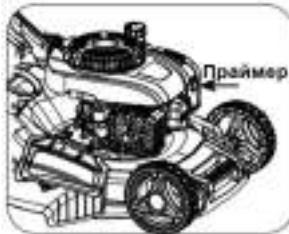

Рис. 13
1. При запуске холодного двигателя подкачивайте топливо, нажав на кнопку праймера (рис. 13) 3-5 раз.